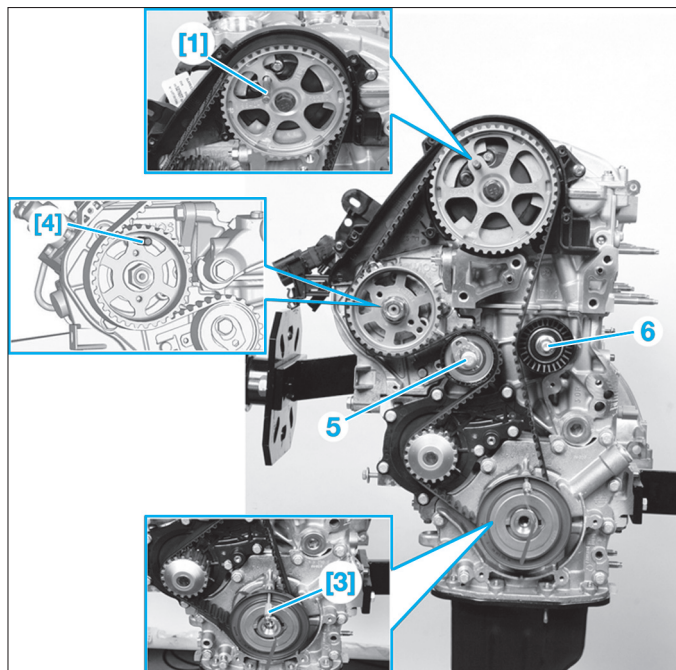

Fig. 13
- Mettre en place les piges de calage [1], [3] (Fig.13).
- Desserrer la vis de fixation (5) du galet tendeur.